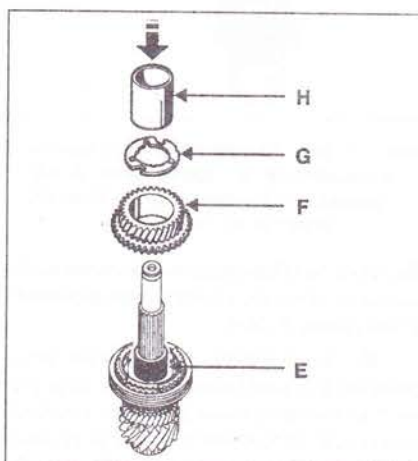

Рис. 5.58. Установите игольчатый подшипник **E**, кольцо синхронизатора **F**, фигурную шайбу **G**, втулку шестерни 2-й передачи **H**.
28. Установите игольчатый подшипник **E** и шестерню 5-й передачи, а также ее кольцо синхронизатора **F** (рис. 5.58). Установите фигурную шайбу **G**. При помощи приспособления В. Vi. 1510-01, индекс N, насадите втулку шестерни 2-й передачи **H** (обеспечьте давление в 5 тонн в конце запрессовки).